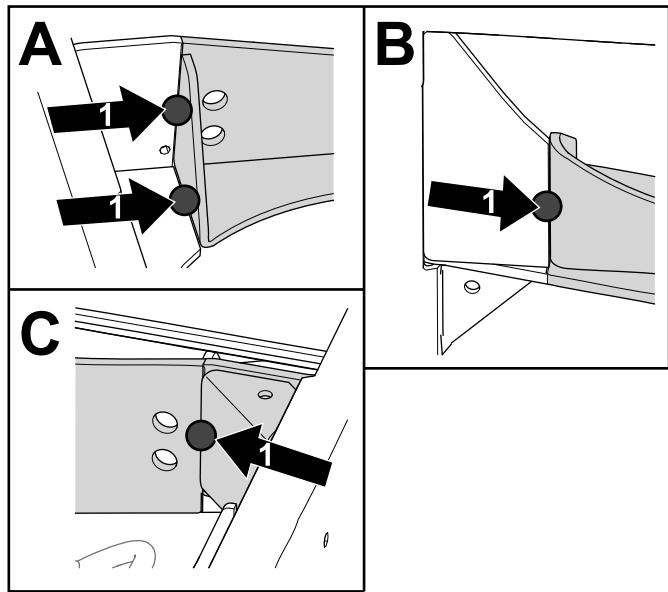

Рисунок 14
- Приварите прихваточным швом наружную, нижнюю части и место, где угловая опора касается опоры моста, чтобы удерживать ее на месте (Рисунок 14). Повторите эти действия на другой стороне.